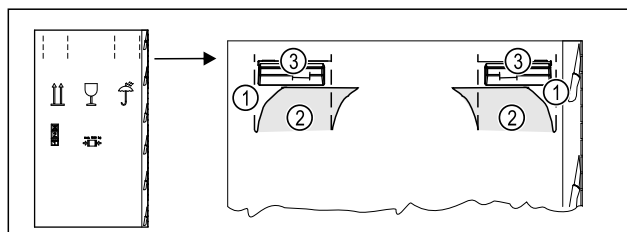

Fig. 4
- Vajutage pakenduskartong ülal perforatsiooni Fig. 4 (1) juures sisse.
- Tõmmake sissevajutatud aasad Fig. 4 (2) välja.
- Parema ja vasaka kandekäepide Fig. 4 (3) on nähtavad.
- Hoidke seadet kandekäepidemetest Fig. 4 (3).